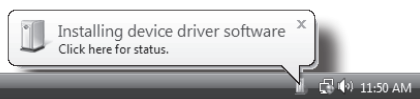

Figura 1
1. La prima volta che collegate gli Studio GT in una delle porte USB, Windows 7 e Vista installeranno i driver universali per quella specifica porta. Vedrete comparire un fumetto che vi segnala che è stato trovato un codec Audio USB (figura 1).